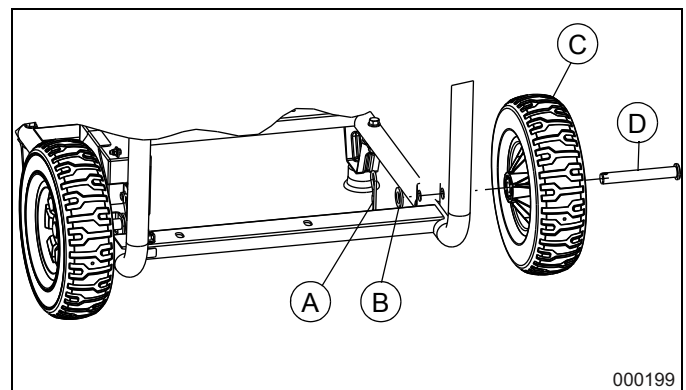

Figura 2-1. Montaje de la rueda
1. Instale las ruedas como se indica a continuación (Figura 2-1):